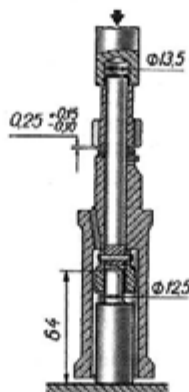

Рис. 4.1.81. Напрессовка шестерни на валик
- напрессовать шестерню на валик до совпадения отверстия под штифт в шестерне и валике (рис. 4.1.81);